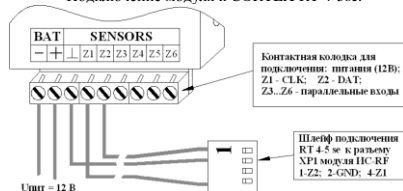

Рисунок 2.
2. разъем XP1 модуля подключить к р/передатчику (для CORTEX RT 4-5se см. рис.2);